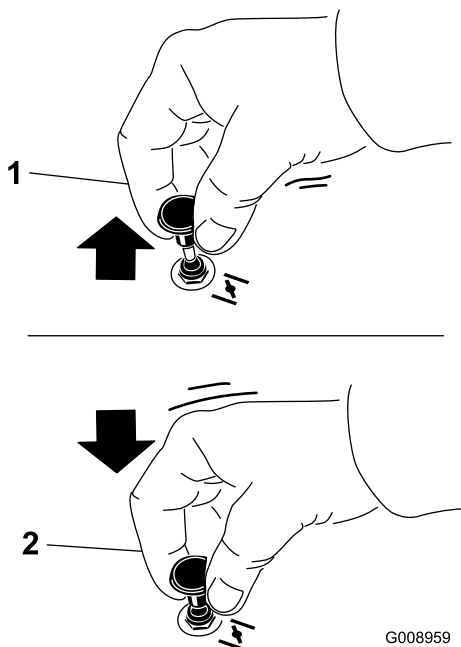

Рисунок 23
1. Потяните вверх ручку воздушной заслонки, чтобы закрыть ее перед включением зажигания (Рисунок 23).
2. После запуска двигателя нажмите вниз на ручку воздушной заслонки, чтобы открыть заслонку (Рисунок 23).